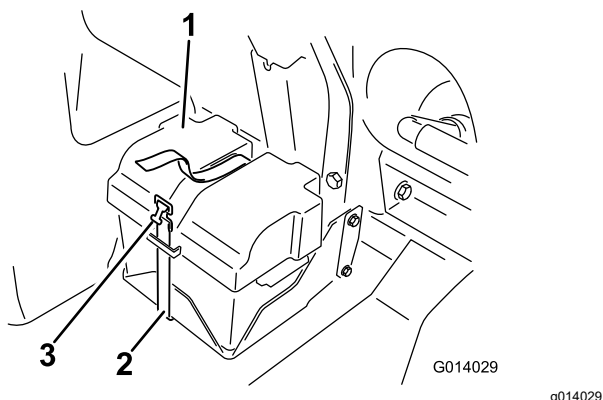

Figure 126
2. Déposez le couvercle de la batterie et débranchez le câble de masse négatif (noir) de la borne de la batterie (Figure 126).
4. Posez le couvercle de la batterie et fixez-le avec la sangle que vous avez retirée précédemment (Figure 126).